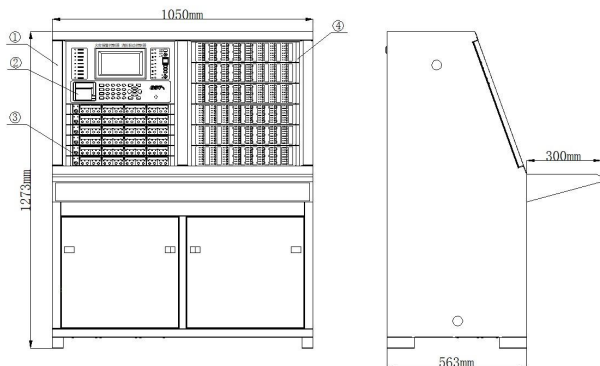

图 2-2 琴台外观示意图
JB-QTL-GST1016ZG 采用琴台式结构，主要有以下几部分组成①柜体；②控制器面板；③多线控制盘；④总线控制盘；⑤2U 封板；⑥3U 封板。其外观示意图如图 2-2 所示。